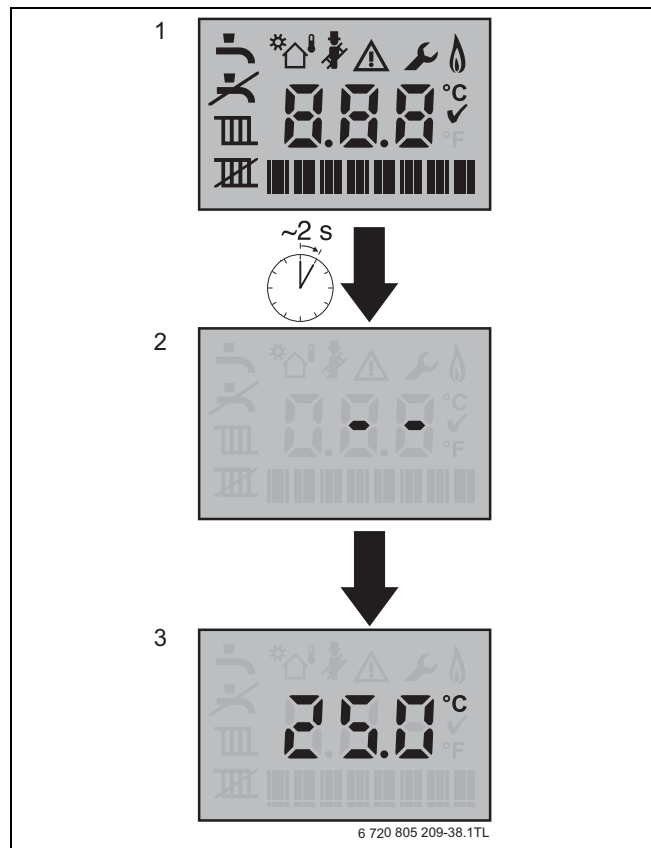

Fig. 56 Pantallas de arranque
- ▶ Activar el suministro principal de corriente; se visualizará primero la "pantalla de inicio de la caldera" (véase la fig. 56).